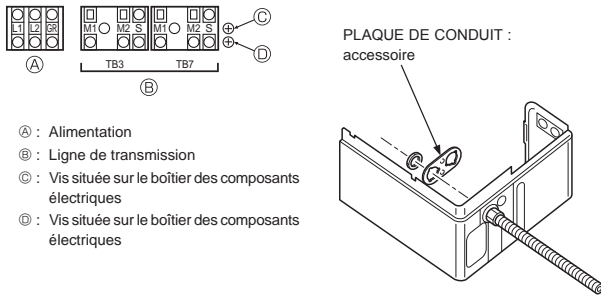

Fig. 6-1
6.2. Boîtier de commande et emplacement pour le raccordement des câbles (Fig. 6-1)
- Connectez la ligne de transmission de l'appareil intérieur au bloc de sorties de la ligne de transmission (TB3) ou connectez les fils entre les appareils extérieurs ou les fils du système de commande centrale au bloc de sorties de la commande centrale (TB7). Lorsqu'un câblage blindé est utilisé, connectez la terre blindée de la ligne de transmission de l'appareil intérieur à la vis de terre (Ⓒ ou Ⓓ) et connectez la terre blindée de la ligne reliant les appareils extérieurs et la ligne de transmission du système de commande centrale à la borne de blindage (S) du bloc de sorties (TB7) de la commande centrale. De plus, si le connecteur d'alimentation CN41 des appareils extérieurs a été remplacé par le connecteur CN40, la borne du blindage (S) du bloc de sorties (TB7) du système de commande central devrait également être raccordée à la vis (Ⓒ ou Ⓓ) à l'aide du câble existant.